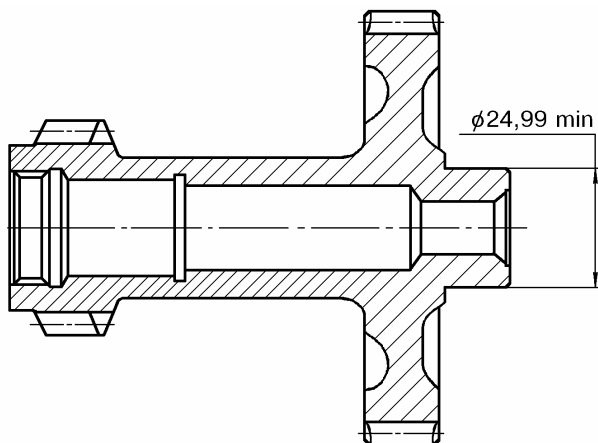

Рис.47. Блок шестерен заднего хода и V передачи – 2107-1701138.
4.2.17 Блок шестерен заднего хода и V передачи - 2107-1701138, рис.47.